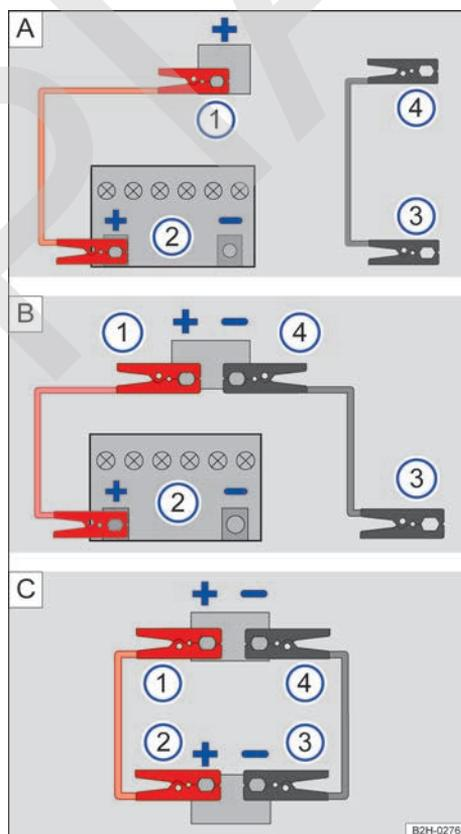

Fig. 205 En el compartimento del motor: conexiones para los cables de arranque (representación esquemática).
Leyenda de la fig. 205:
- → fig. 205 **A**: Conexión entre la batería del vehículo que suministra la corriente ② y ③ y la toma para la ayuda de arranque del vehículo con la batería descargada ① y ④.
- → fig. 205 **B**: Conexión entre la batería del vehículo que suministra la corriente ② y ③ y las dos tomas para la ayuda de arranque del vehículo con la batería descargada ① y ④.
- → fig. 205 **C**: Conexión entre las tomas para la ayuda de arranque del vehículo que suministra la corriente ② y ③ y las dos tomas para la ayuda de arranque del vehículo con la batería descargada ① y ④.
- Conecte un extremo del cable de arranque *rojo* al polo positivo (+) del vehículo con la batería descargada → fig. 205 ①.
- Conecte el otro extremo del cable de arranque *rojo* al polo positivo (+) del vehículo con la batería que suministra la corriente → fig. 205 ②.
- Conecte un extremo del cable de arranque *negro* → fig. 205 ③ preferentemente a un terminal de masa (toma para la ayuda de arranque) (-); de lo contrario, al gancho para remolque delantero previamente enroscado, al bloque motor o a una pieza de metal maciza atornillada fijamente al bloque motor.
- Conecte el otro extremo del cable de arranque *negro* → fig. 205 ④ preferentemente a un terminal de masa (toma para la ayuda de arranque) (-) del vehículo con la batería descargada; de lo contrario, al bloque motor o a una pieza de metal atornillada fijamente al bloque motor → .
- Desconecte los cables de arranque únicamente en el orden → fig. 205 ④ ③ ② ① con los motores en marcha.
- Dado el caso, cierre la cubierta de la batería o la tapa de la toma para la ayuda de arranque ④ → página 321.